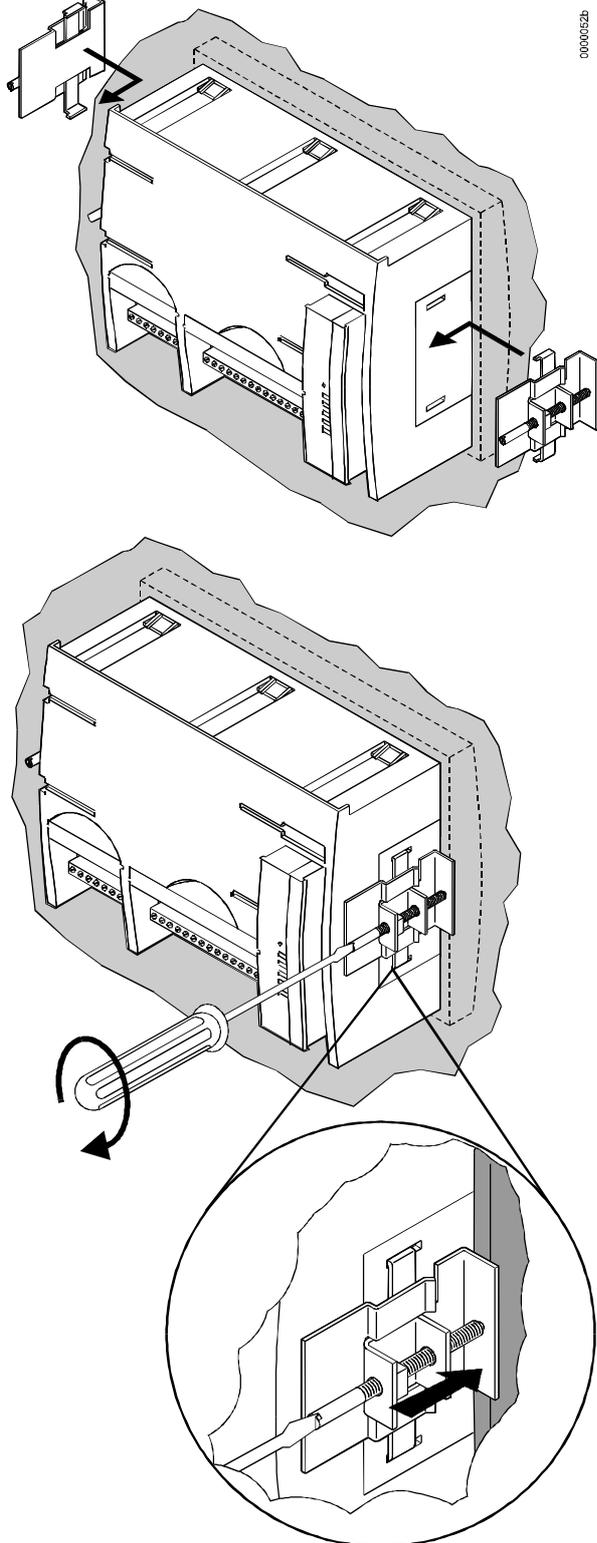

Abb. 12 Befestigen des Controllers mit den Fronttür-Halteklammern
5. Montieren Sie die Halteklammern an beiden Seiten des Controllers und ziehen Sie die Schrauben mit einem Schraubendreher an, wie in Abb. 12 dargestellt.